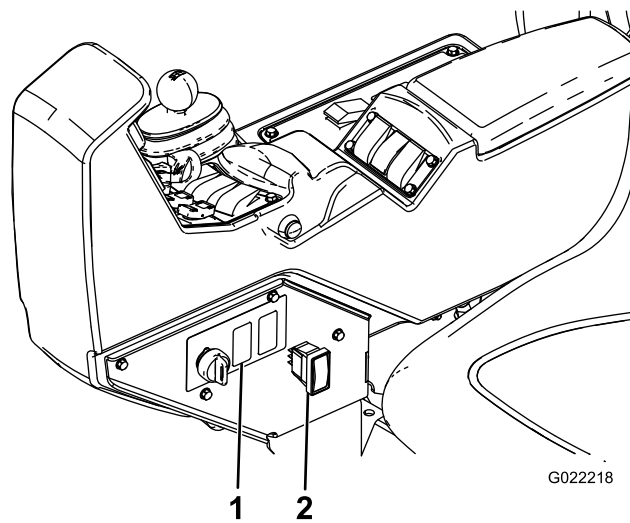

Figure 14
1. Localisez et déposez le cache qui occupe l'emplacement de l'interrupteur du réservoir de rinçage sur le côté de la console du pulvérisateur (Figure 14).
4. Posez l'interrupteur sur le connecteur dans la console (Figure 14).